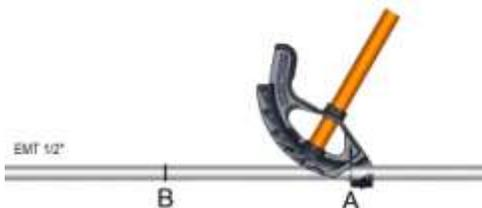

Figura 65. Colocación del doblador en el primer punto
- Utilizando la técnica para alinear la dobladora en el tubo, como se describió en el boletín técnico 61 en el apartado de la sección 5.1 de la curva a 90°, se coloca el doblador en la tubería con el gancho opuesto a la segunda marca y se alinea el símbolo de la flecha con la primera marca "A" tal como se aprecia en la figura 65.